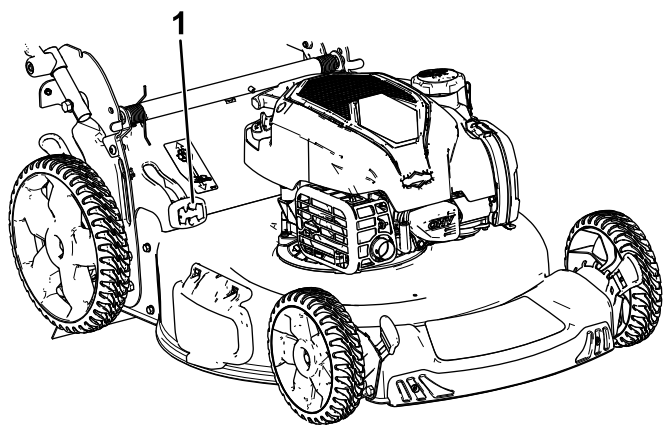

Figura 16
- **Se desejar recolher relva e aparas,** prima o botão na alavanca de uso do saco a pedido e desloque a alavanca para a frente até que o botão saia (Figura 16).